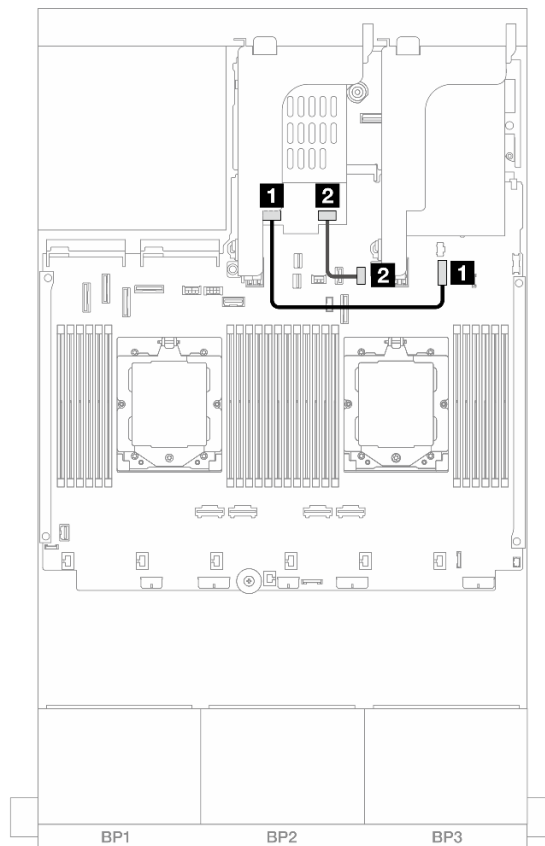

Рис. 324. Прокладка кабелей SATA
- Рис. 324 «Прокладка кабелей SATA» на странице 393